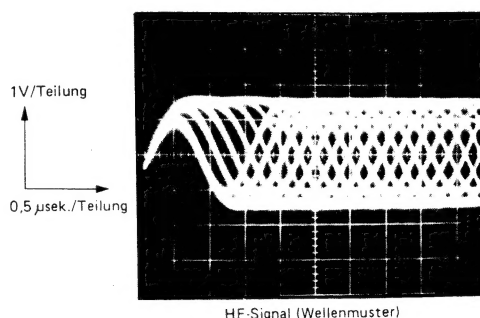

Abb. 10
- 6) Nun muß das in Abb. 10 dargestellte HF-Signal (Wellenmuster) auf Kanal 1 (CH-1) des Synchroskops erscheinen.